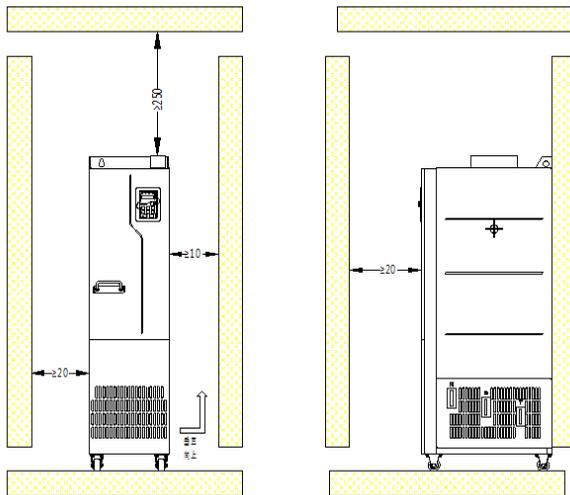

图 4-9 安装空间要求
- ◇ 安装空间要求如图 4-9 所示，需要保证变频器有足够的散热器空间，预留空间时请考虑柜内其它器件的散热情况：